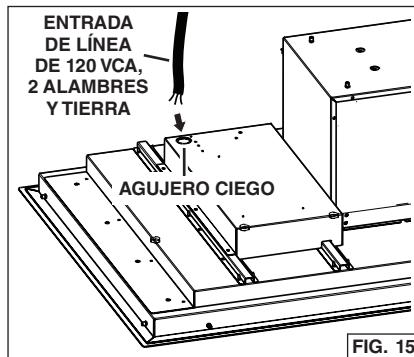

FIG. 15
1. Pase el cable eléctrico de 2 alambres y tierra de 120 VCA por el agujero ciego de $\frac{3}{4}$ pulg. (19 mm) que se encuentra en la parte posterior de la campana. Fig. 15.